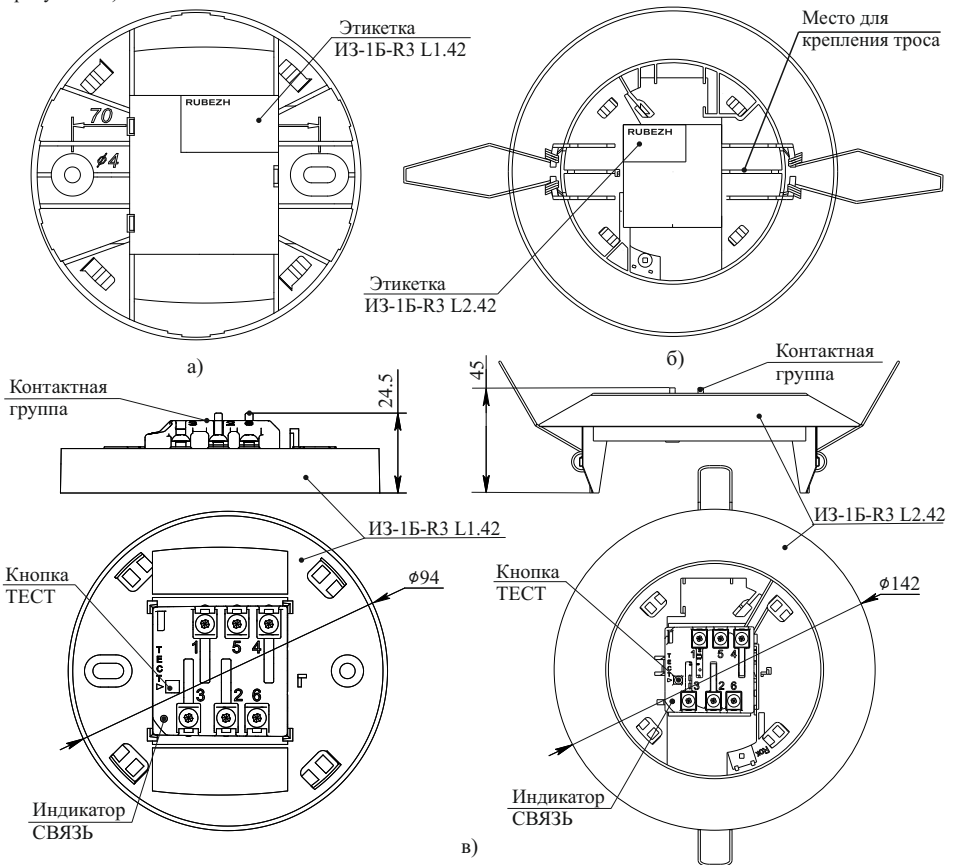

Рисунок 1
4.1 ИЗ-1Б-Р3 конструктивно выполнен в пластмассовом корпусе. Внешний вид ИЗ-1Б-Р3 со стороны установки на несущую конструкцию приведен на рисунке 1 а), на подвесной потолок – на рисунке 1 б). С внешней стороны на основании размещена этикетка с информацией об ИЗ-1Б-Р3. С внутренней стороны на основании размещена плата с электронными компонентами ИЗ-1Б-Р3 (рисунок 1 в).
г) после подключения АЛС к контактам ИЗ-1Б-Р3 L2.42 согласно рисунку 4, следует закрепить ИЗ-1Б-Р3 L2.42 при помощи троса (опционально) к несущей конструкции (рисунок 1 б), поджать пружинные фиксаторы и установить ИЗ-1Б-Р3 L2.42 в подготовленное отверстие;